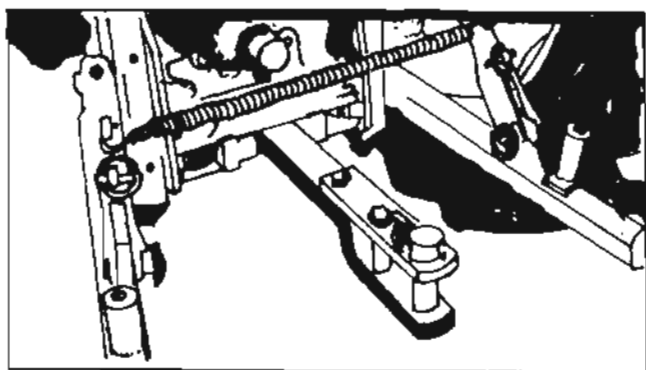

Fig. 2 - Barra de tiro recta con horquilla. Se ve el perno de sujeción.
Para ello se emplea un fuerte pasador o perno de sujeción (fig. 2).
- proveer un enganche del aparo que impida el balanceo o hamacado del mismo; con horquilla (fig. 2).